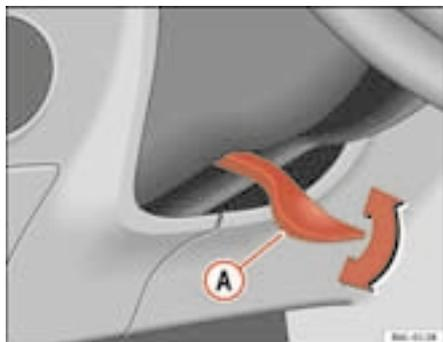

Fig. 94 Regulação da posição do volante
- Virar para baixo a alavanca **(A)** ⇒ fig. 94 por baixo da coluna da direcção ⇒ **!**.